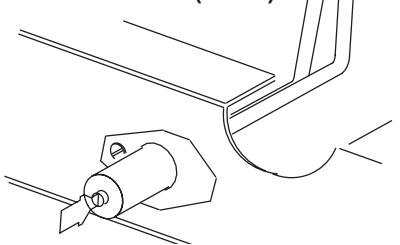
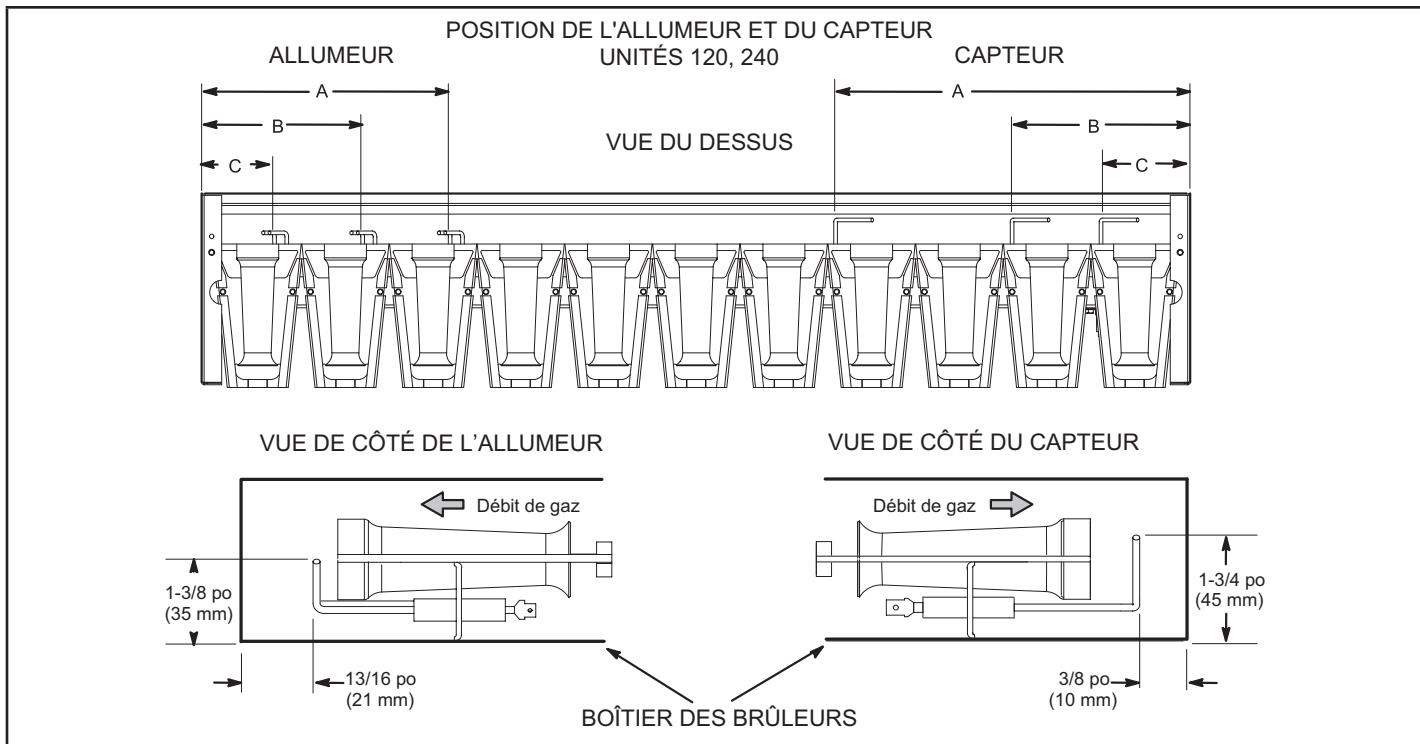

FIGURE 61
FIGURE 62
- 5 - Localisez l'allumeur sous le brûleur droit pour les unités 036 et 060. Reportez-vous à la FIGURE 60. Localisez l'allumeur sous le brûleur gauche pour les unités 120 et 240. Reportez-vous à la FIGURE 62 et au TABLEAU 27. Utilisez des jauge d'épaisseur pour vérifier l'écartement des électrodes comme indiqué à la FIGURE 61.